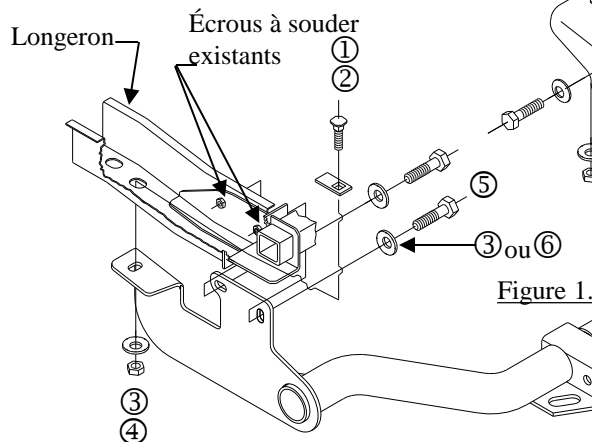
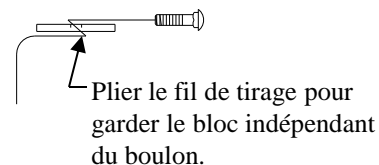

Figure 1.
Figure 2.
Installation pour véhicules avec attelage/pare-chocs intégré de classe 2 d'origine. (Figure 1) – Sans attelage intégré d'origine, voir à la page suivante (Figure 4)
4. À l'aide d'un fil de tirage, faire passer les boulons de carrosserie et leurs blocs à travers la fente d'accès de l'extrémité du châssis, comme illustré à la figure 1. Plier le fil de tirage pour garder le bloc indépendant du boulon (voir la figure 2). Faire passer le fil de tirage dans la fente existante et l'attelage.